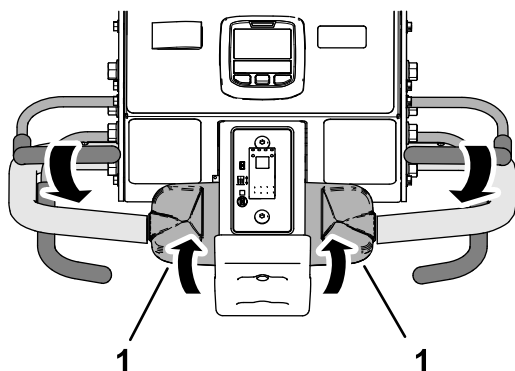

Bild 97
3. Halten Sie den Schaltbühnen am Lenker und drehen Sie den oberen Teil des Fahrtriebshebels langsam nach hinten (Bild 97).